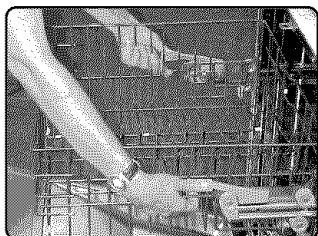

Figure 8/Ilus. 8
- 2) Grasp the rack as shown in Figure 8.
- 2) Saisir le panier, comme à la figure 8.
- 2) Agarre el estante como muestra la Ilustración 8.